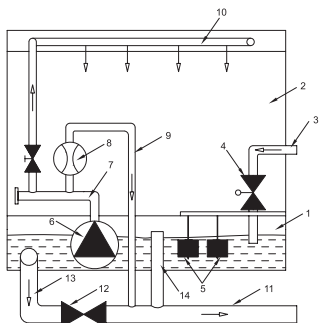

Рисунок 28
В установках RW-S могут применяться модели оборотного снабжения (рис.28), наиболее полно реализующих функционал увлажнителя. Поддон (1) наполняется водой из магистрального трубопровода. Уровень воды в поддоне поддерживается при помощи герконового датчика уровня (5) и нормально закрытого соленоидного клапана (4). В случае, когда требуется увлажнение, включается насос (6) и вода через распределительную гребенку (7) подается на блоки водораспределительных головок (10). Через водораспределительные головки вода равномерно распределяется на кассеты (2). Стекая по поверхности кассет, часть воды абсорбируется материалом кассеты, а часть возвращается в поддон. При прохождении воздуха через увлажненный материал кассеты, происходит испарение воды с поверхности материала. Таким образом влагосодержание воздуха повышается. Процесс сопровождается некоторым понижением температуры проходящего через кассеты воздуха, что позволяет использовать увлажнитель в качестве секции охлаждения в летний период. В процессе испарения содержание соли в оборотной воде повышается и может достичь уровня при котором соль будет откладываться на материале кассеты и элементах конструкции. Для нормализации концентрации солей в оборотной воде - предусмотрена система сброса части воды в дренаж и восполнения ее до необходимого уровня за счет подачи чистой. Величина отводного потока настроена по умолчанию. Для самостоятельной регулировки служит регулирующий кран (7) и расходомер на линии отводного потока водораспределительной гребенки. Для исключения возможности